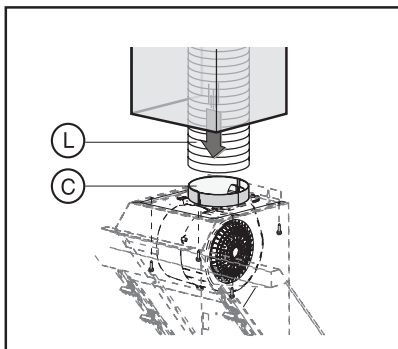

Рис. 14
6. Если Ваша вытяжка будет работать в режиме отвода воздуха в вентиляционную шахту (см. пункт «Эксплуатация вытяжки»), подсоедините воздуховод **Л** (в комплект поставки не входит) к выходному отверстию **С** вытяжки (см. рис.14). Рекомендуется использовать воздуховод диаметром 150мм. Использование воздуховода диаметром 120мм снижает производительность и увеличивает шум при работе вытяжки. Если все же Вы устанавливаете воздуховод диаметром 120мм, то на выходное отверстие **С** предварительно необходимо установить переходной фланец, имеющийся в комплекте поставки. Место стыковки переходного фланца с выходным отверстием вытяжки и воздуховода с переходным фланцем необходимо промазать герметиком, а сам воздуховод закрепить с помощью хомута (в комплект поставки не входит и приобретается отдельно).